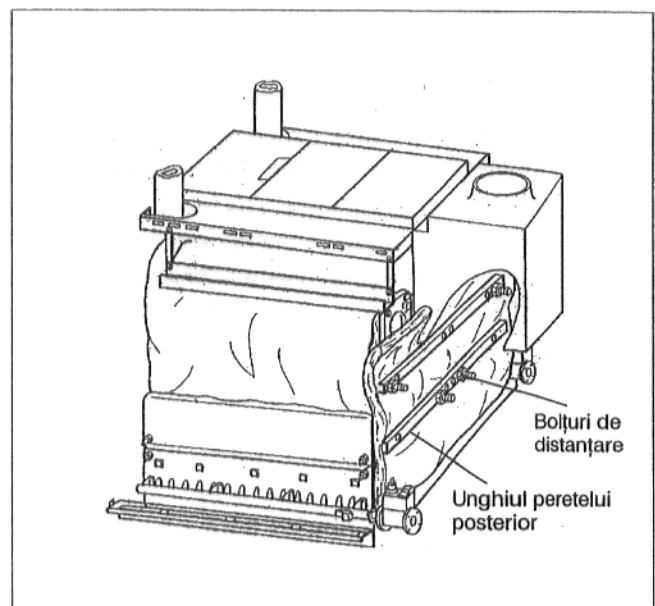

Fig. 33
- Ambele unghiuri ale peretelui din spate se vor împinge pe bolțurile de distanțare și se vor fixa cu piulițe (Fig. 33).